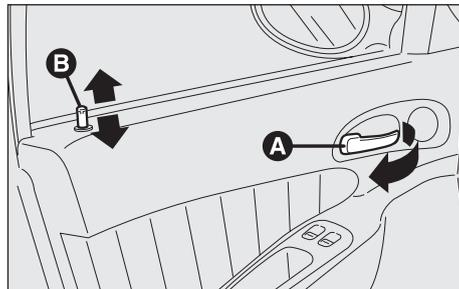

fig. 16
— Per aprire la porta, tirare la maniglia (**A**-fig. 16) indipendentemente dalla posizione del pomello (**B**).
— **Dall'interno:** a porte chiuse, premere uno dei pomelli (**B**-fig. 16) ubicati sulle porte anteriori per inserire (bloccare) la chiusura centralizzata.
**AVVERTENZA** Per le porte anteriori non è possibile mantenere in posizione abbassata il pomello (**B-fig. 16**) se la porta stessa non è chiusa correttamente.